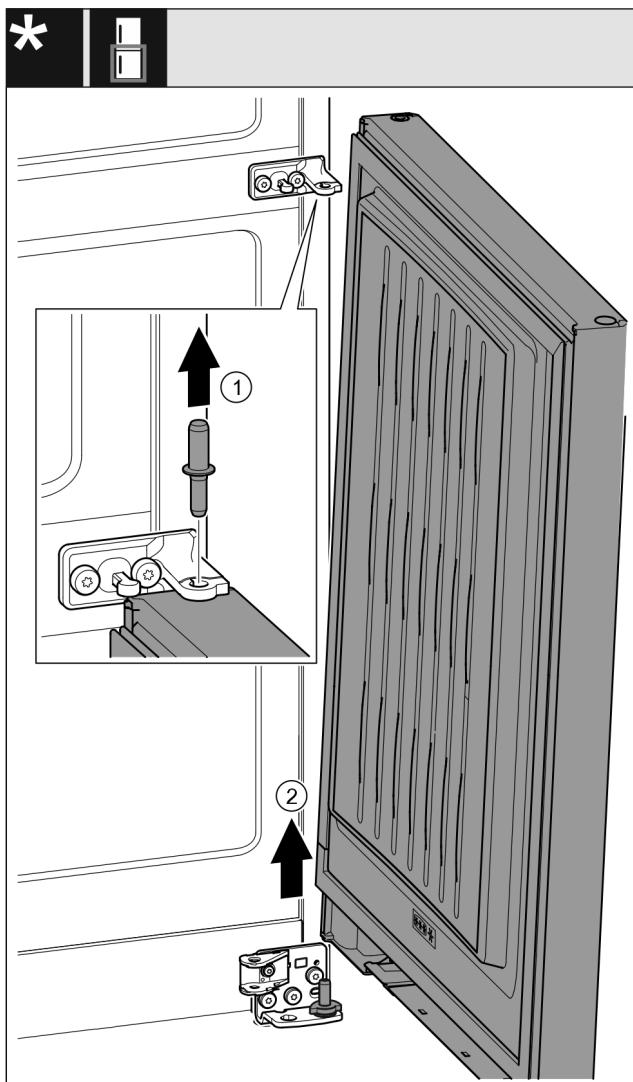

Fig. 27 Mit Schließdämpfer\*
- ▶ Bolzen Fig. 27 (1) nach oben herausziehen.\*
- ▶ Tür Fig. 27 (2) herausschwenken, nach oben ziehen und beiseitestellen.\*